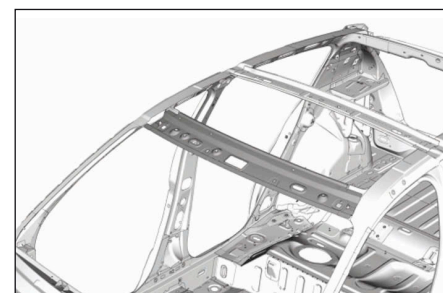

FIG.70
- Respecter la position de la pièce (Fig.70).